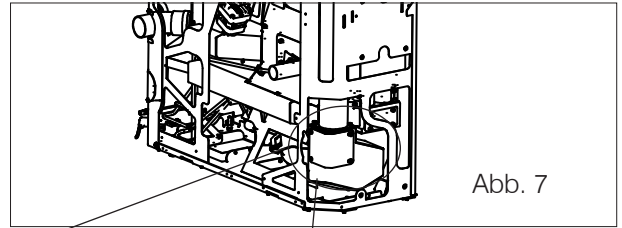

Abb. 7
7. Die zwei Schrauben lösen und den unteren Teil des Rauchabzugsrohrs (I) entfernen. Siehe Abbildung 7 und 7a.